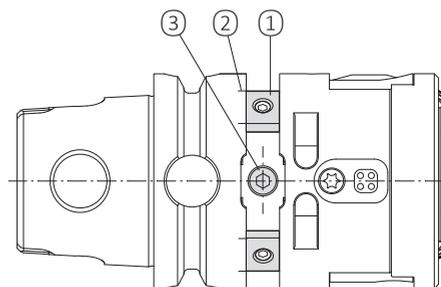

Рис. 8
4.4 Балансировка (Рис. 8)
Запрещается использовать инструмент без винтовых заглушек, ③ (Рис. 8) установленных в